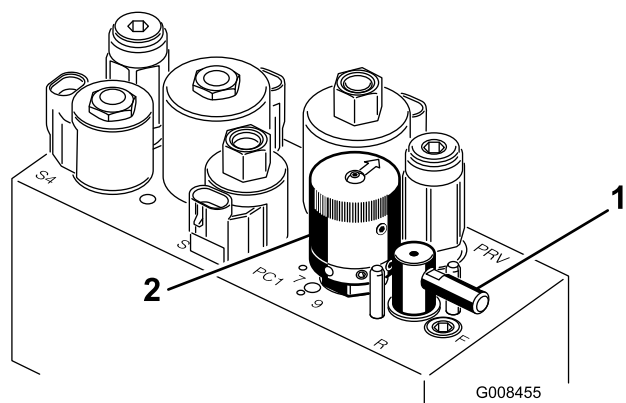

Figure 50
5. Tournez le levier de rodage à la position « R » (Figure 50).
6. Tournez la commande de vitesse des cylindres à la position 1 (Figure 50).